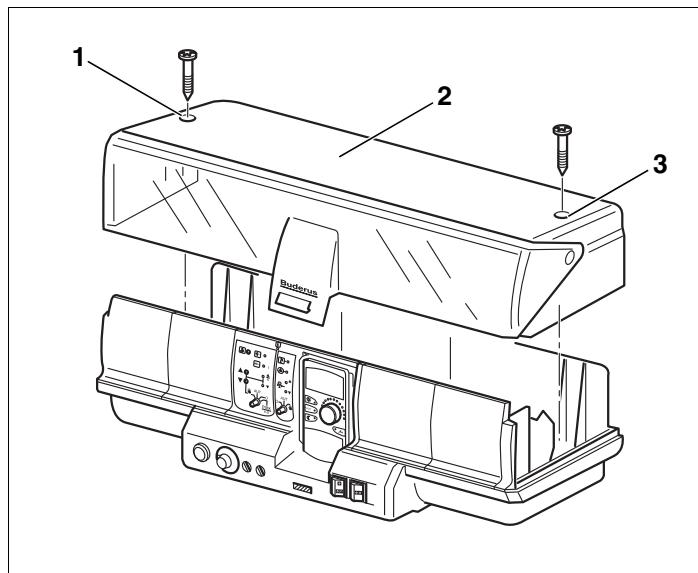

Рис. 20 Демонтаж крышки
- ▶ Отверните оба винта на крышке прибора (→ рис. 20, [1] и [3]).
- ▶ Снимите крышку (→ рис. 20, [2]).